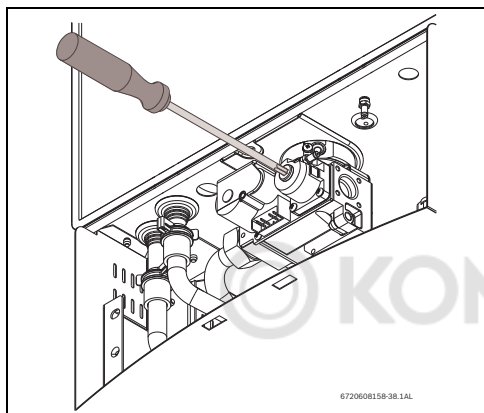

Рис. 53 Регулировка уровня P2 CO2
- ▶ Установите на место защитную утепленную крышку, Рис. 53 .